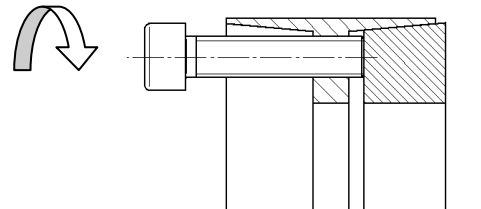

Bild 5) Lösen des hinteren Druckrings
- Spannschrauben in die Abdrückgewinde des Außenringes (Bauteil 3) einschrauben (siehe Bild 5).